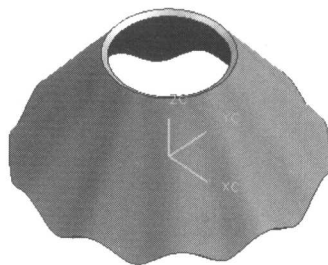

图1-6
5. 使用【加厚】功能，将片体往外加厚，厚度为“5”，结果如图 1-6 所示。